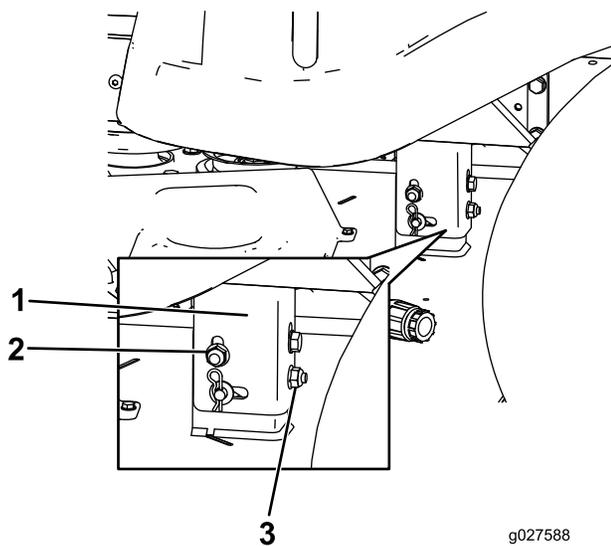

Figura 49
8. Eleve o baje el lado izquierdo de la carcasa de corte girando la tuerca trasera (Figura 49).